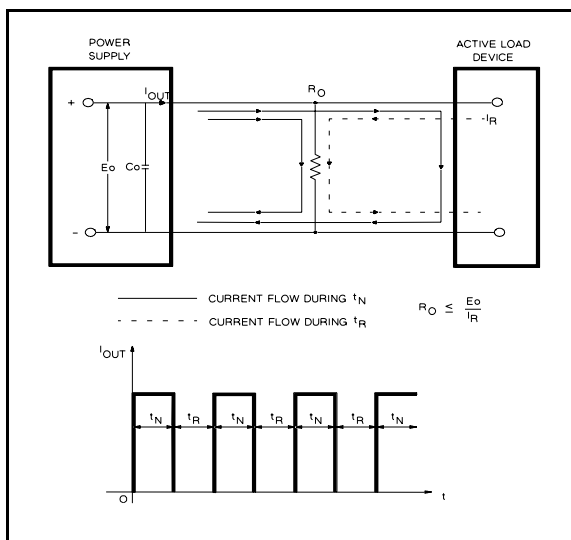

Figura 4. Soluzione per il carico di correnti inverse
**Limitazione della corrente a +6V.** Il circuito di protezione da sovraccarichi e cortocircuiti per l'uscita a +6V riduce il limite della corrente di uscita man mano che la tensione del terminale diminuisce. La zona in cui è operativa l'uscita a +6V è compresa fra le linee scure della Figura 4. La massima intensità della corrente in uscita è di 2,5 A ed il limite di corrente è regolato in fabbrica per funzionare a 2,75 A ± 5% quando l'uscita è a 6 volt. A tensioni di uscita inferiori, il circuito riduce la corrente di uscita massima ottenibile in maniera lineare fino a 1 A ± 15% quando l'uscita è in cortocircuito. La corrente del cortocircuito non può essere regolata.
Durante il funzionamento effettivo delle uscite  $\pm 20V$  e  $+6V$ , se una modifica del carico comporta il superamento dei limiti di corrente, il LED OL si accenderà. In caso di sovraccarico, gli alimentatori  $\pm 20V$  proteggeranno il carico limitando la corrente a  $0,55 A$  e l'alimentatore a  $+6V$  proteggerà il carico riducendo sia la corrente sia la tensione lungo il punto di limitazione, come illustrato nella Figura 4. Gli alimentatori  $\pm 20V$  e  $+6V$  si ripristinano automaticamente: quando il sovraccarico viene eliminato o corretto, la tensione di uscita viene riportata automaticamente al livello impostato in precedenza.